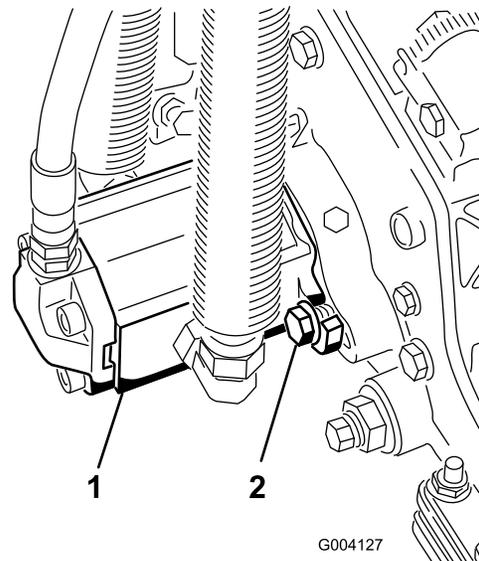

Bild 30
- Montieren Sie den Motor; drehen Sie ihn nach rechts, damit die Motorflansche nicht die Schrauben berühren (Bild 30).